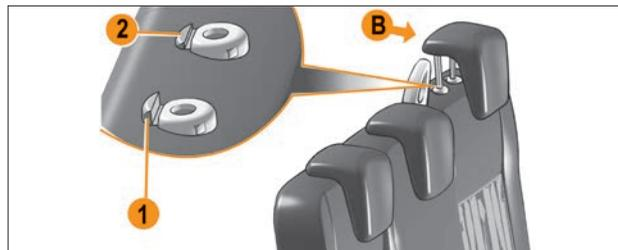

Рис. 2.2.2. Подголовники типа В сиденья второго ряда (в варианном исполнении)
- Подголовники типа **В** (рис. 2.2.2) устанавливаются для всех мест, среднее место с подголовником.